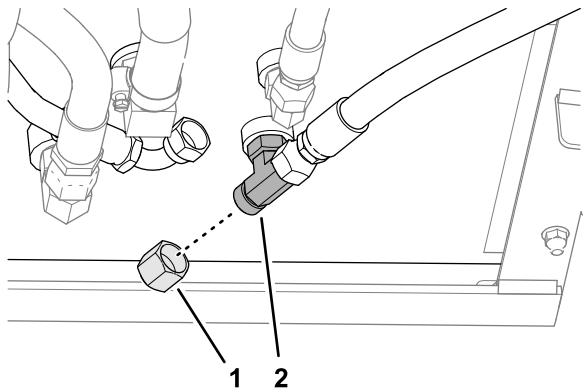

Bild 67
2. Bringen Sie die Kappe auf das T-Anschlussstück an, wie in **Bild 67** dargestellt.